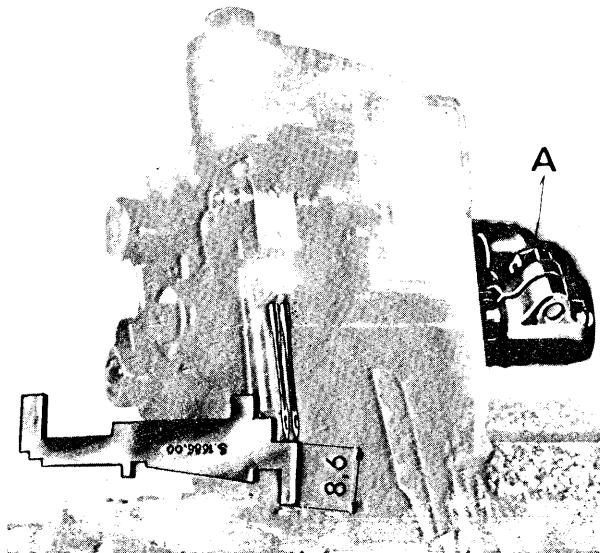

fig. 3
3. Posizionamento dell'ago (fig. 3):
- per effettuare correzioni in altezza del morsetto porta aghi agire sulla vite A (fig. 3), controllare con calibro S. 1686.00